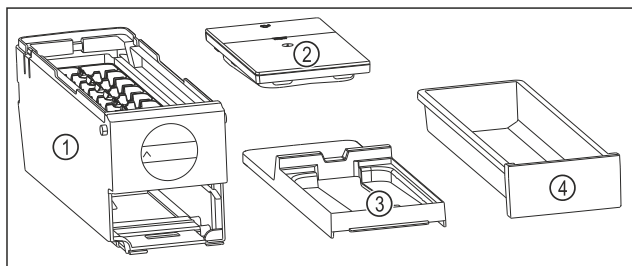

Fig. 244 Součásti EasyTwist-Ice
- EasyTwist-Ice je rozebrán na čtyři části. (viz Fig. 244)
- EasyTwist-Ice rozebírejte pouze na zobrazené součásti. (viz Fig. 244)
- Korpus EasyTwist-Ice Fig. 244 (1) vyčistěte jako celek.